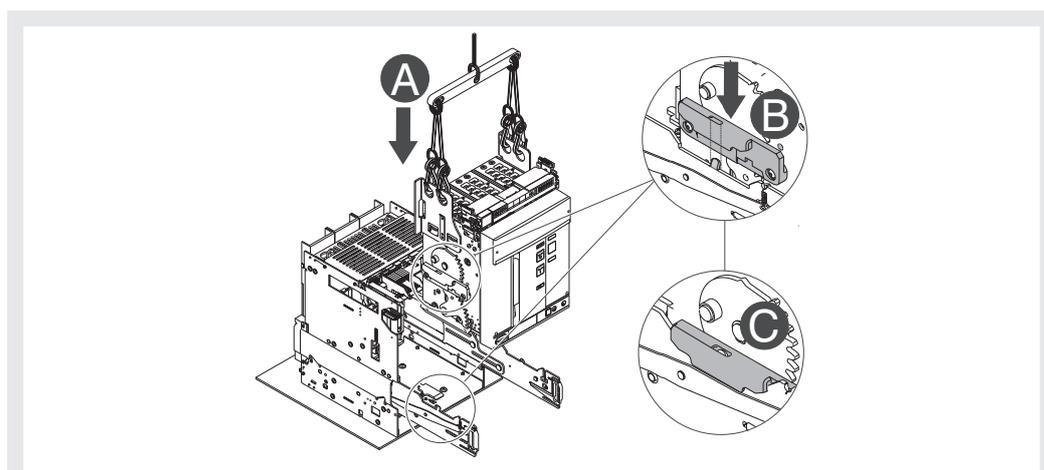

Figura 39
4. Posicionar la parte móvil sobre las guías de la parte fija. Engancharla introduciendo la ranura lateral en el gancho de la guía de la parte fija. Véase Figura 39.